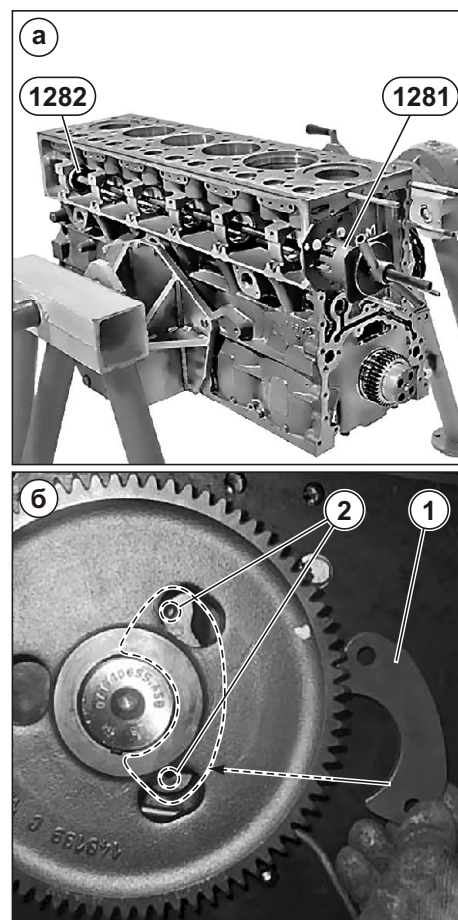

Рис. 107. Установка вала распределительного.
2. Установить втулки в блок цилиндров, совместив смазочные отверстия. Для этого необходимо использовать приспособления 1281 + 1282 (см. Рис. 107а).
6. Закрепить фиксатор осевой вала распределительного (1) к блоку через отверстия в шестерне двумя винтами (2) моментом $M_{кр} = 30 \pm 6$ Нм (нанести на резьбу болтов герметик "Локтайт 542") (см. Рис. 107б).